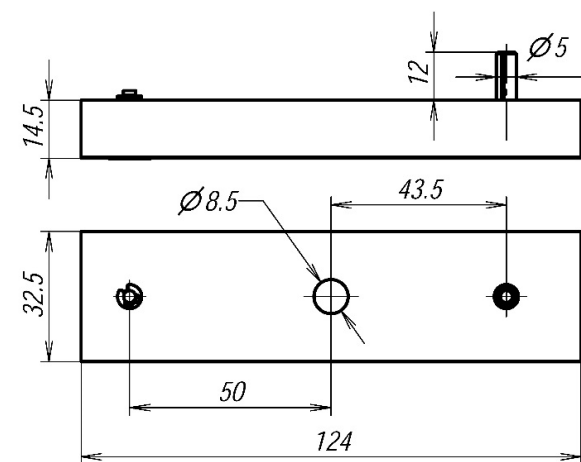

Рисунок 7 - Якорь
5.5 Якорь замка устанавливается на двери напротив корпуса. Для варианта поставки AL-180FB- 01 в двери подготавливаются монтажные отверстия для штифта и деталей крепления в соответствии с габаритным чертежом якоря (рисунок 7).